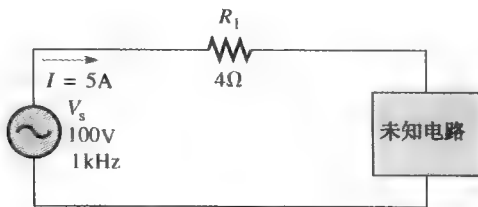

图 10-83
46. 求图 10-83 方框中满足下列电路需求的串联元件。